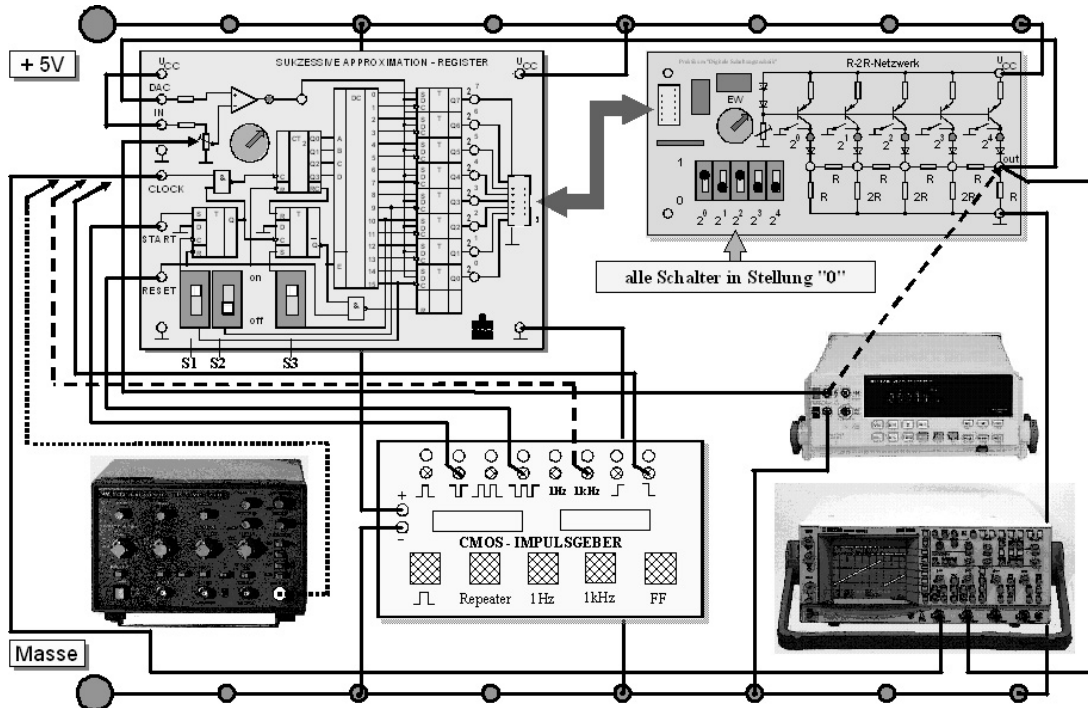

Bild 5: Versuchsaufbau zur Untersuchung des SAR-Wandlers
- 3.2.1 Verbinden Sie die Module entsprechend Bild 5 miteinander. Bringen Sie den Schalter **S2** (5 Bit) des SAR-Moduls in die Position "on" und den Schalter **S3** (zykl.) auf "off". Schließen Sie die Betriebsspannung (+ 5 V) an.